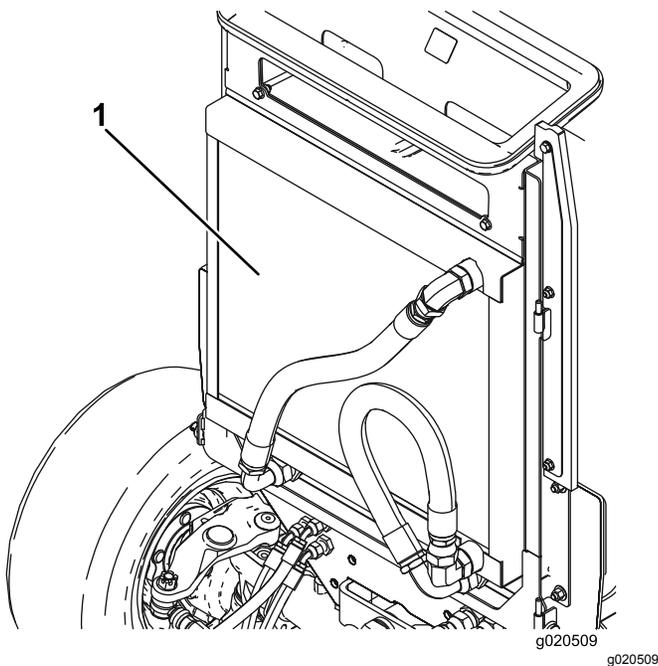

Рисунок 113
4. Тщательно очистите обе стороны маслоохладителя и радиатора сжатым воздухом (Рисунок 113).